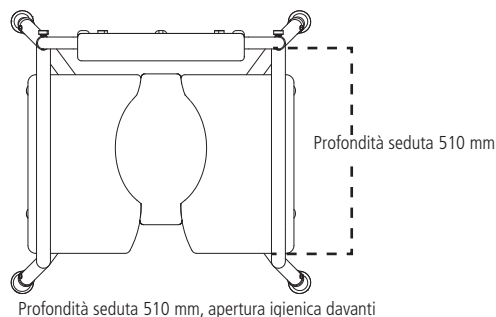

fig. 11
1. Selezionare la profondità desiderata (fig. 11, 12). Segnaliamo che la profondità di sedut prescelta, se è presente il coperchio, determina anche la posizione dell'apertura igienica.